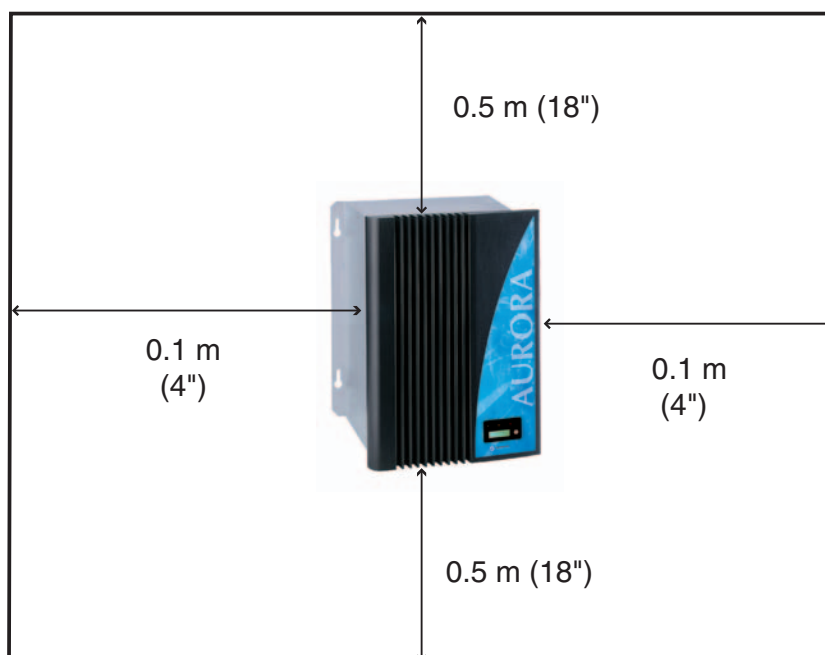

Abb. 5 Erforderlicher Freiraum um den AURORA
- Um die Einheit herum ausreichend Freiraum belassen, um so die Installation und die Instandhaltung zu erleichtern (siehe Abb.5).